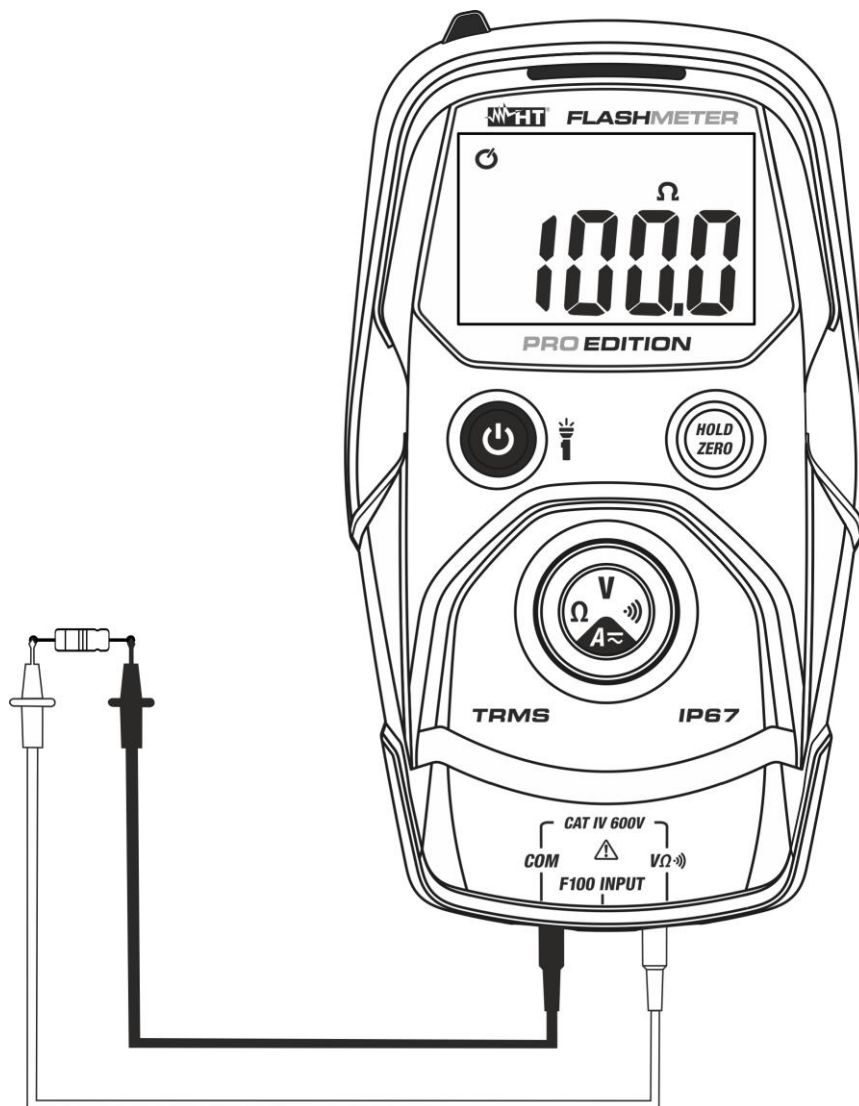

Fig. 5: Uso do instrumento para a medição de Resistências
3. Colocar as ponteiros nos pontos pretendidos do circuito em exame (ver Fig. 5). O valor da resistência é apresentado no display.